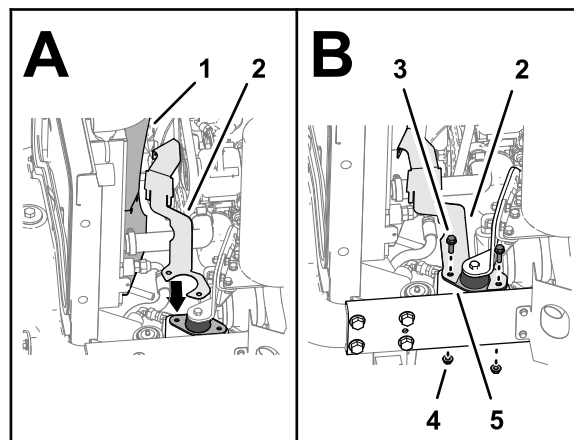

Figur 40
1. Monter luftindtagsslangens ledige ende på udtaget ved toppen af køleren (Figur 40).
2. Fastgør slangen til udtaget med den slangeklemme (Figur 40), du fjernede i 5 Afmontering af kølerslangerne (side 8).